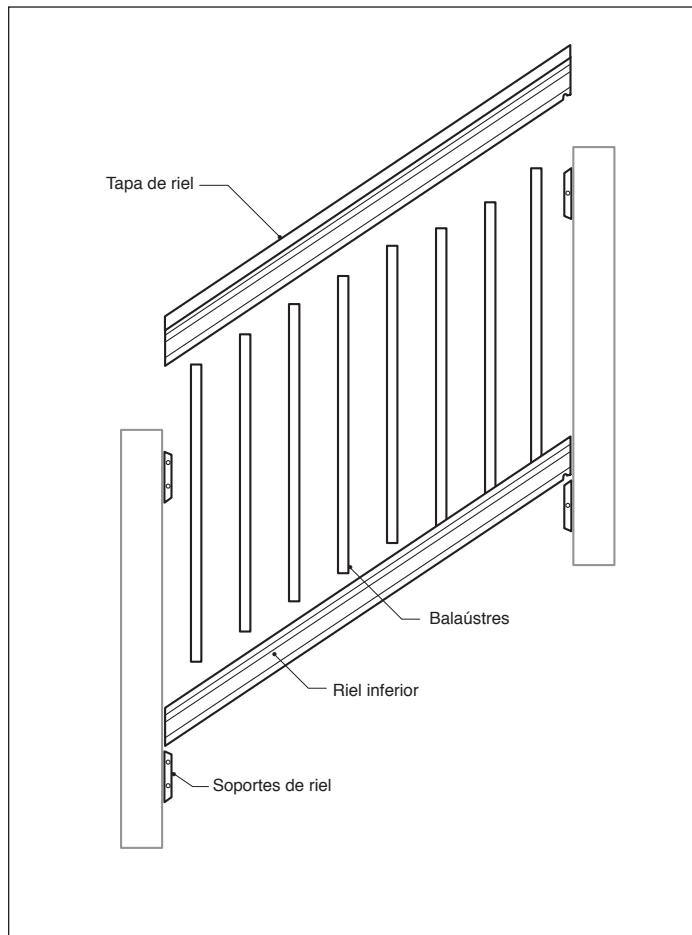

fig. 4
Paso 3: Fija los (4) soportes del riel DeckoRail de 2x4 según las instrucciones incluidas.
Paso 4: Fija el riel inferior de 2x4, con los orificios hacia arriba, usando los soportes del riel DeckoRail de 2x4. Inserta los balaústres en los orificios pretaladrados (**fig. 4**).
Paso 5: Fija el pasamanos alineando los orificios al balaústre en un extremo del riel y continuando hacia el extremo contrario, asegurándose de que todos los balaústres queden fijos entre los dos rieles (**fig. 4**).